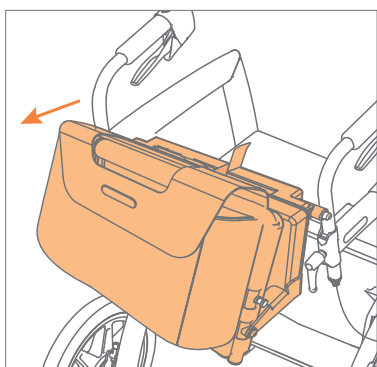

Figure 29: Le paquet de fauteuil roulant avec le sac face à vous.
- Tenez le paquet de fauteuil roulant Rollz avec le sac face à vous (**Figure 29**).